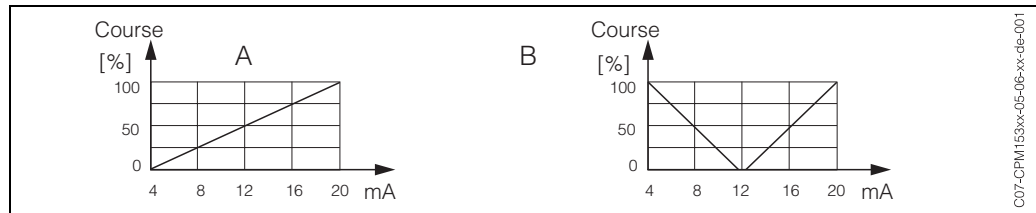

Fig. 25 : A : Diagramme de course pour une vanne de réglage
- Avec des process bilatéraux (deux plages), la gamme totale de la grandeur réglante de -100% à +100% est représentée sur la gamme de courant donnée. Une grandeur réglante de 0% mène à un courant de 10 mA (à 0 ... 20 mA) ou 12 mA (à 4 .. 20 mA) (voir fig. 25).